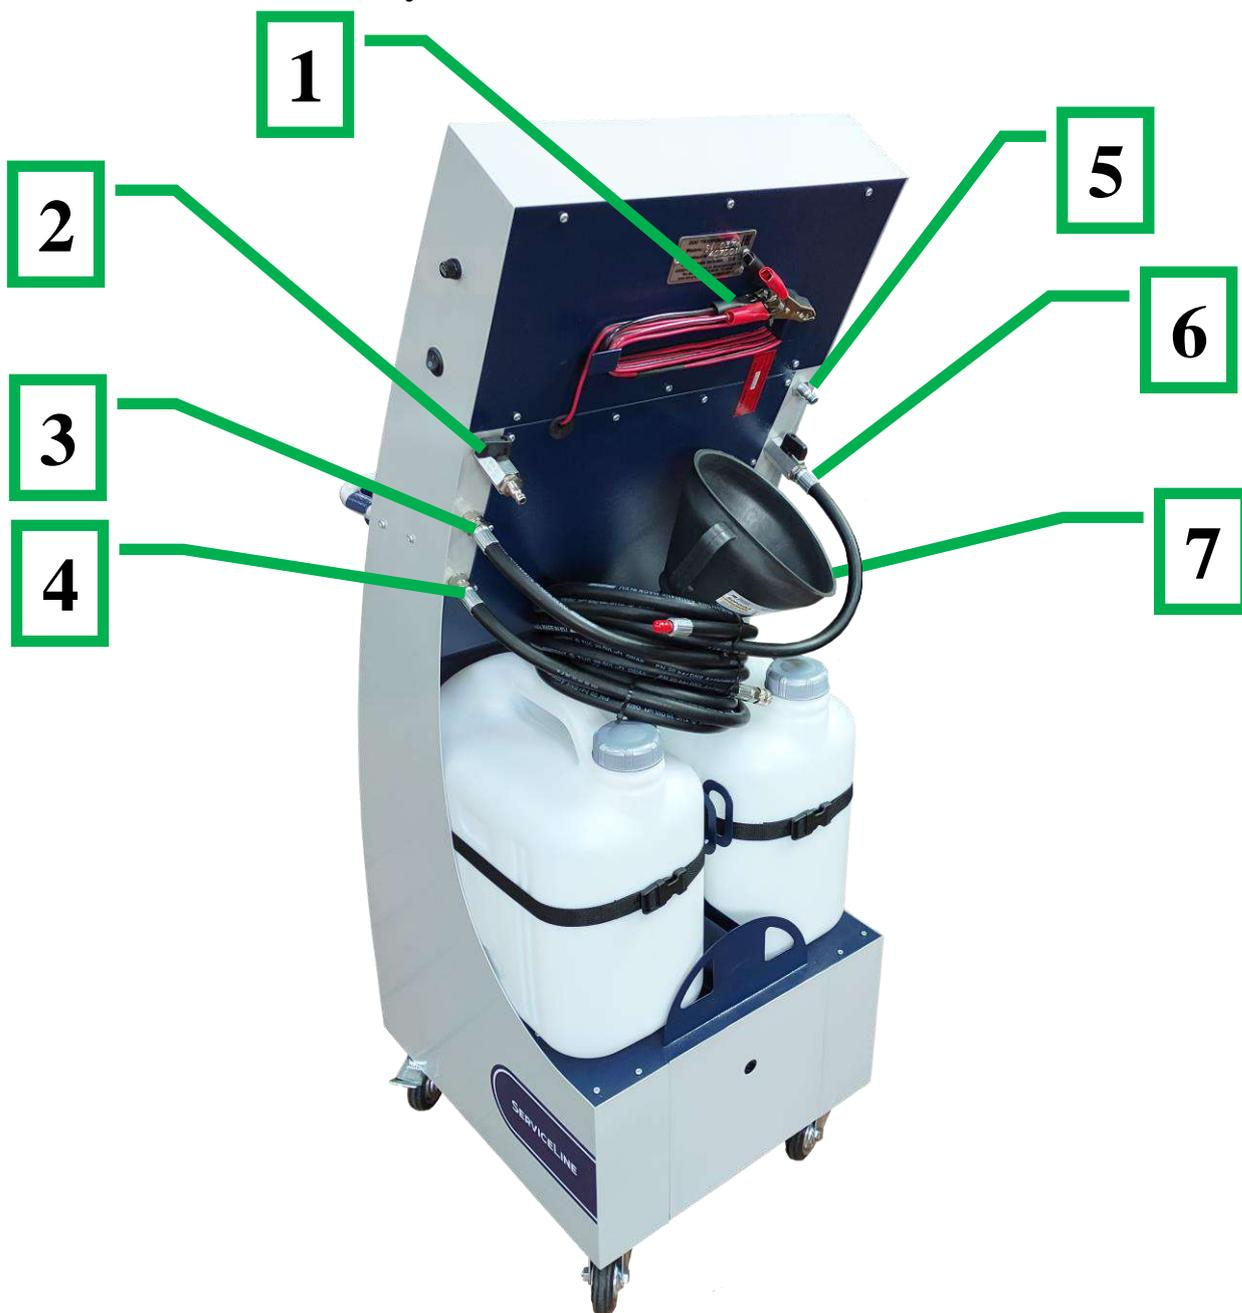

Рис. 3
1. Подсоединить зажимы «крокодил» (п.1 рис. 3) кабеля питания установки к источнику питания: красный к положительной клемме - черный на «массу».
3. Заборный шланг с фильтром защелкнуть на БРС с надписью «Забор» (п.7 рис. 3).
5. Черный шланг с надписью «Подача» (п.3 рис.3) замкнуть на БРС «Кольцо» (п.2 рис.3). Открыть шаровой кран на штуцере «Кольцо». После процедуры подготовки кран необходимо закрыть.
6. Вставить Сливной шланг установки («Слив»), в свободную ёмкость объемом не менее 15 л, и повернуть вентиль (п.6 рис. 3) в положение «Открыто» (параллельно шлангу).
7. Нажать кнопку «Слив» (п.5 рис. 2), расположенную на лицевой панели и **удерживать ее**, пока из сливного шланга (п.6 рис. 3) не пойдет равномерная, без пузырьков воздуха струя жидкости, и давление на манометре не достигнет значения 0.5 bar и более.
9. Подсоединить к адаптерам шланги от установки, «Подающий» шланг черный (с надписью «Подача» п.5 рис.3) к «двигателю», «Обратный» шланг прозрачный (с надписью «Обратка» п.6 рис.3) к «термостату».
1. Повернуть вентиль Сливного шланга (п.6 рис.3) в положение «Закрыто» (перпендикулярно крану).
6. Медленно открыть сливной кран (п.6 рис.3) на установке и стравить давление в системе.
7. Медленно открыть сливной кран (п.6 рис.3) на установке и стравить давление в системе.
3. Проверить положение крана на Сливном шланге (п.6 рис.3), он должен находиться в положении «Закрыто» (перпендикулярно шлангу). Тогда жидкость будет двигаться по кольцу: от автомобиля – через установку – обратно в систему охлаждения автомобиля. В противном случае, жидкость будет сливаться через установку в сливную емкость.